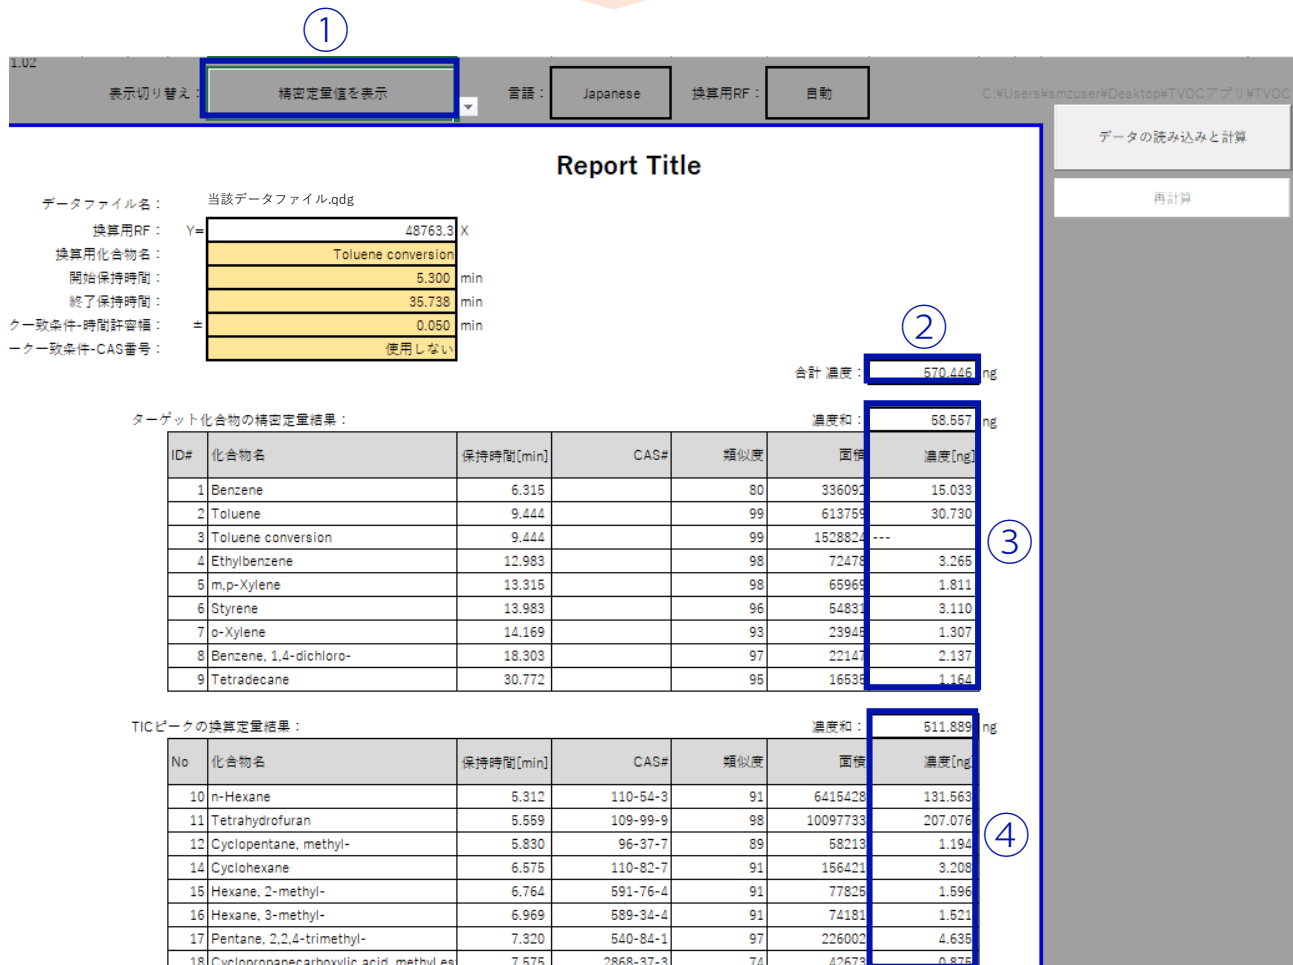

図6 ターゲット化合物のみ精密定量し、その他検出された化合物はトルエン換算で定量
さらに図5の①で「(トルエン)換算定量」か「精密定量」を選択できます。ここで「精密定量」を選択すると図6の③に示すように、標準試料を測定し検量線を作成しているターゲット化合物（今回はベンゼン、トルエン、エチルベンゼン、m,p,o-キシレン、スチレン、1,4-ジクロロベンゼン、テトラデカン）に関しては精密定量で算出するよう再計算します。トルエン換算定量と精密定量の切り替えをワンタッチで行えるので分析目的に応じて使用可能です。